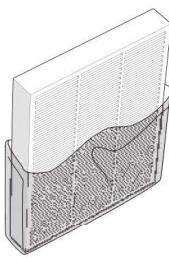

rys. 1
2. Chwyc oburącz za pokrywę przednią (1). Następnie delikatnym ale zdecydowanym ruchem zwolnij górną część pokrywy z magnetycznych zamków, odchyl o kąt ok.  $45^\circ$  po czym uniejsią do góry (rys.1).